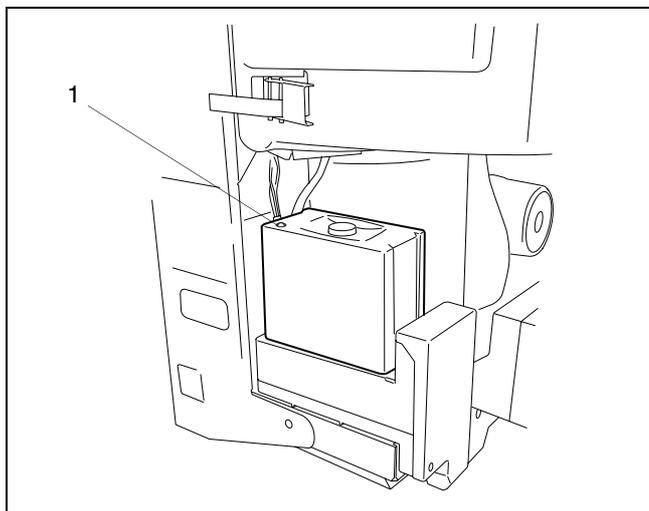

Abb. 48 UBA 3, rote LED
Außer dem Display auf dem Bedienmodul BM10 befindet sich auf dem UBA 3 noch eine rote LED (Abb. 48, Pos. 1).
- LED aus: Normalbetrieb (Abb. 48, Pos. 1).